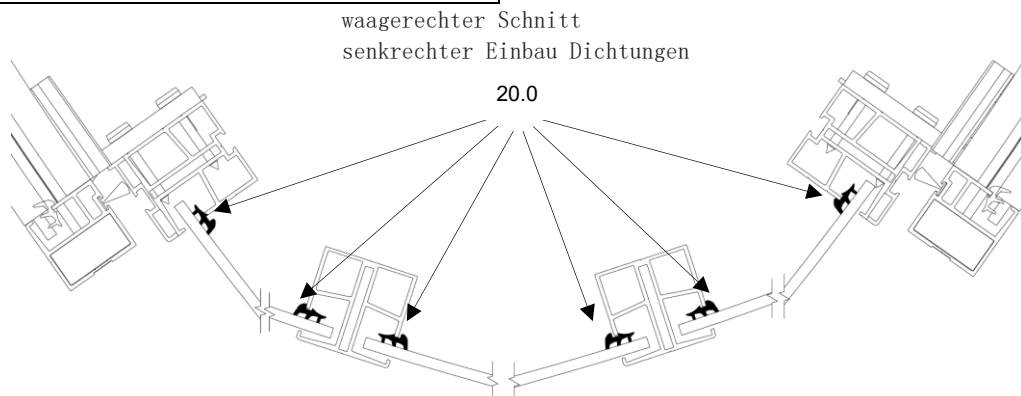

Abb.55
- montieren der seitlichen Keildichtungen (Pos. 20.0) (Abb.55)